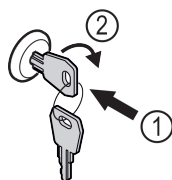

Fig. 128 Representación a modo de ejemplo
- ▶ Introducir la llave Fig. 128 (1).
- ▶ Girar la llave 90° en sentido horario Fig. 128 (2).